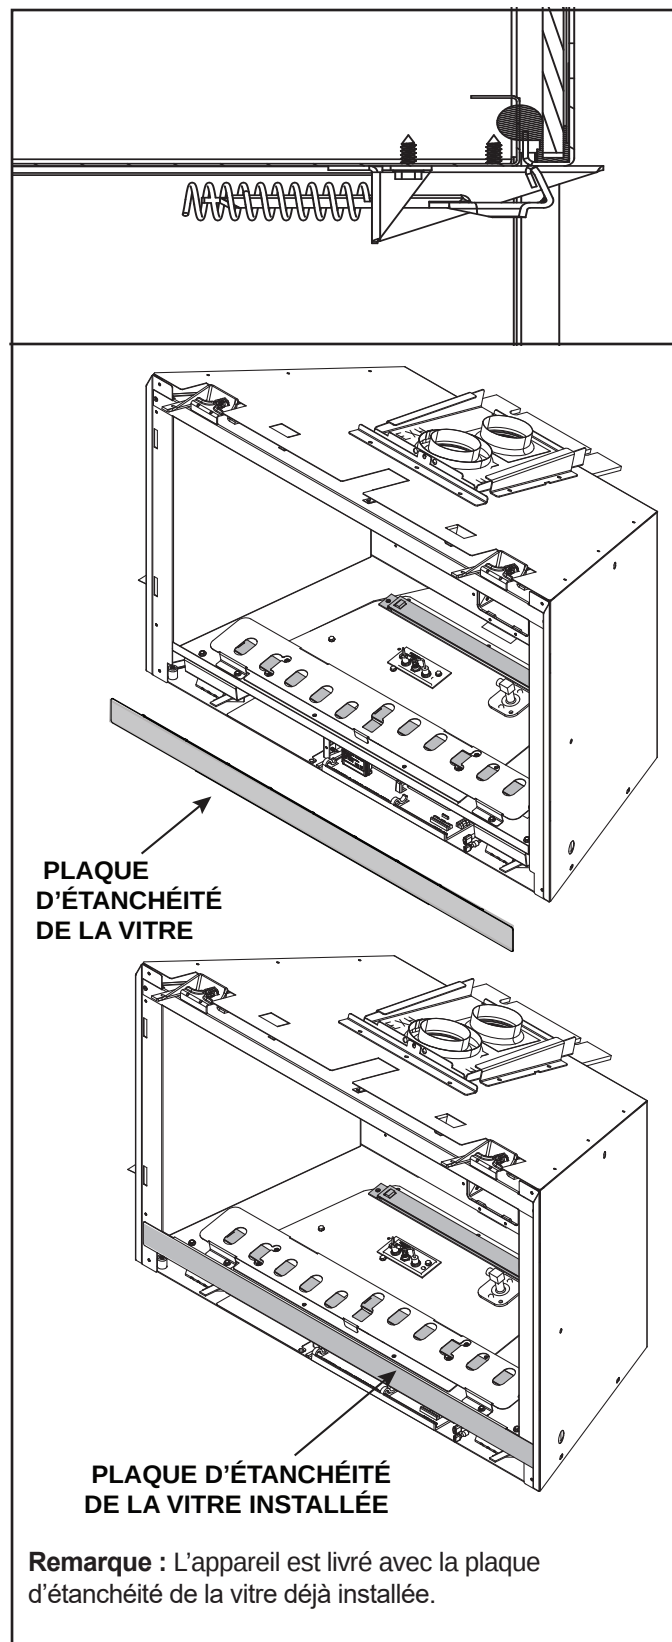

Figure 9.2 Plaque d'étanchéité de la vitre
- L'assemblage de la vitre fixe s'attache au foyer en quatre points. Quatre des mécanismes d'attache sont constitués de verrous à ressort. Un exemple de verrou de vitre est montré à la Figure 9.2.
- Vérifier que la plaque d'étanchéité de la vitre est bien installée. Voir la Figure 9.2.